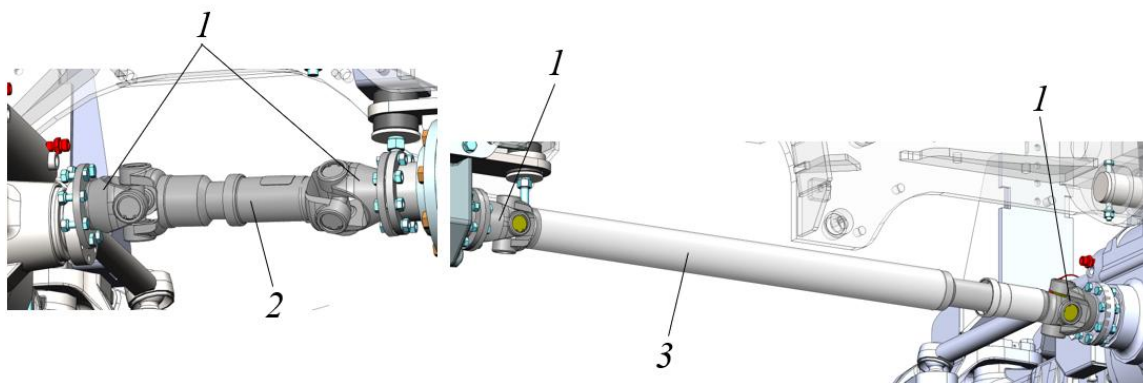

Рисунок 5.65 Расположение карданных валов на машине
- ▶ Прошприцевать крестовины через пресс-масленки, предварительно сняв пылезащитные колпачки см. рис. 5.65.
Каждая крестовина имеет 1 пресс-масленку, на рис. 5.65 показано стрелками. Процесс шприцевания производить до выхода чистой смазки из соединений крестовины.